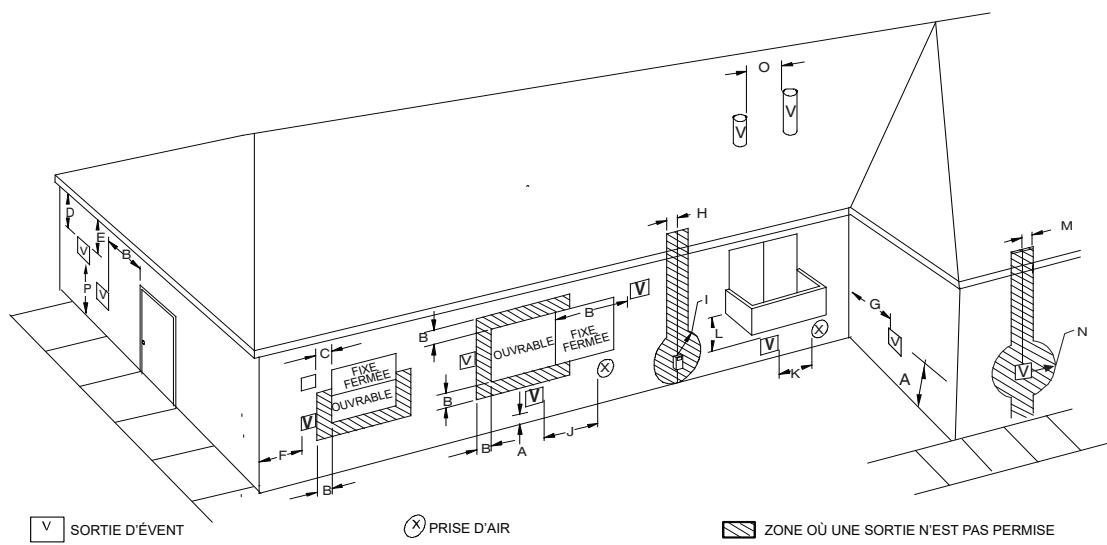

Fig. 43 – Dégagement des sorties des systèmes à air de combustion ventilé et à ventilation indirecte
Dans le cas d'un système à air de combustion ventilé, l'évent aboutit et évacue les produits de combustion directement à l'extérieur, comme un système à ventilation directe. Consultez la Fig. 43 pour connaître les exigences de dégagement du code national.
Dans un système à évacuation indirecte (un conduit), tout l'air de combustion est prélevé directement de la zone adjacente à la chaudière et tous les produits de combustion sont évacués à l'extérieur dans l'atmosphère. L'air de combustion doit être fourni conformément à la section Air de combustion et de ventilation. Une cheminée inutilisée n'est pas adéquate pour fournir l'air extérieur à la chaudière. Consultez la Fig. 43 pour connaître les exigences de dégagement du tuyau d'évent du code national.
Pour les dégagements de sortie de ventilation, consultez les codes nationaux présentés à la Fig. 42 pour un système à ventilation directe/2 conduits et à la Fig. 43 pour un système à air de combustion ventilé/ventilation indirecte/un seul conduit. Pour la disposition des sorties extérieures, consultez la Fig. 40 pour un système à ventilation directe/2 conduits et la Fig. 41 pour un système à air de combustion ventilé/ventilation indirecte/un seul conduit. Communiquez avec les responsables des codes locaux pour connaître les autres exigences des codes nationaux présentés dans ces figures ou les dérogations à ceux-ci.
1. Se conformer à toutes les exigences en matière de dégagements, comme indiqué à la Fig. 42 ou à la Fig. 43 selon le cas.
Le conduit d'évacuation d'un système à air de combustion ventilé doit se terminer à l'extérieur. Consultez la Fig. 43 pour connaître les exigences de dégagement du tuyau d'évent du code national. Les sorties d'évacuation admissibles sont indiquées à la Fig. 41. Le conduit d'air de combustion se termine dans un grenier ou un vide sanitaire bien aéré. Conformez-vous aux dégagements indiqués à la Fig. 48.
Le tuyau d'évent d'un système à ventilation indirecte (un tuyau) doit se terminer à l'extérieur. Pour les exigences relatives aux dégagements des événements du code national, consultez la Fig. 43. Les sorties d'évacuation admissibles sont indiquées à la Fig. 41.